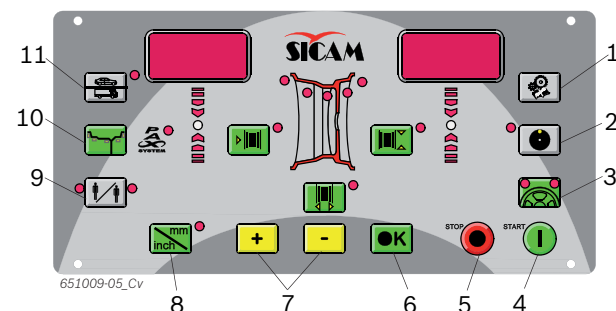

Fig. 5: Touches champ de commande/d'affichage
2. Entrer le nombre de rayons présents avec les touches <-> ou <+> (fig. 5, pos. 7).